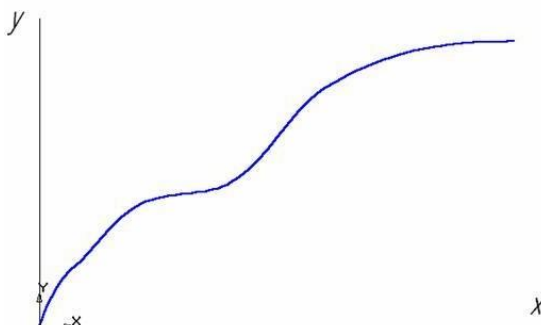

Рис. 5
**Задание 3:** Постройте график по точкам, заданным координатами X и Y, табл. 2, рис. 5.